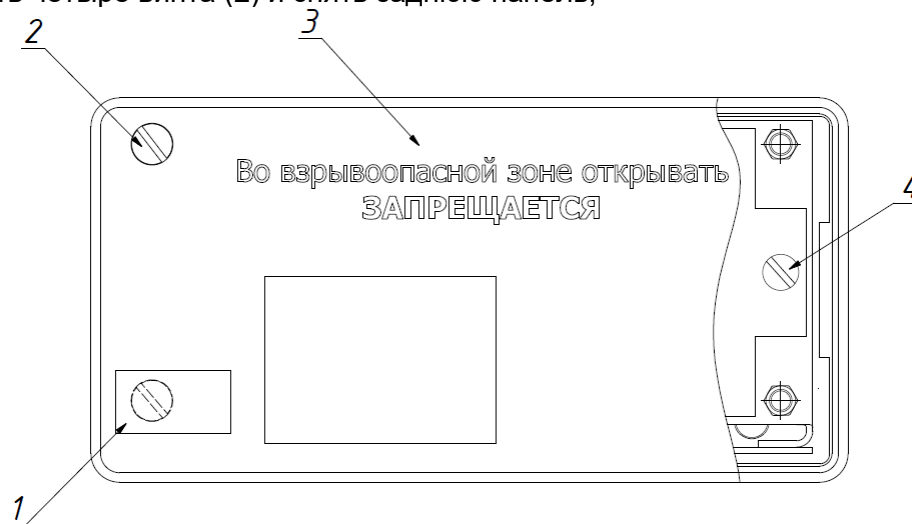

Рис. 4.1. Вид задней панели
- снять наклейку (1) на задней панели (рис. 4.1);
- отвернуть четыре винта (2) и снять заднюю панель;
– установить заднюю панель (19) на место и закрепить её винтами (2) (рис. 4.1), проследить за тем, чтобы кожух вошел в паз задней панели;
- снять наклейку (пломбу) (1) на задней панели (рис. 4.1);
- установить заднюю панель (19) на место и закрепить её винтами (2) (рис. 4.1), проследить за тем, чтобы кожух вошел в паз задней панели;
- установить заднюю панель (19) на место и закрепить её винтами (2) (рис. 4.1), проследить за тем, чтобы кожух вошел в паз задней панели.